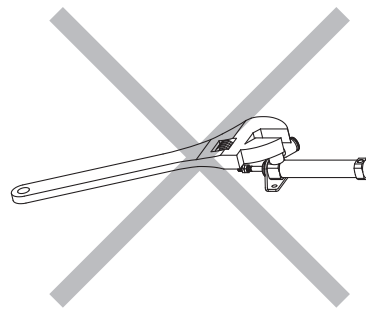

图2
2. 图2为使用的扳手太大，错误；图3为着力的方式不对，错误。